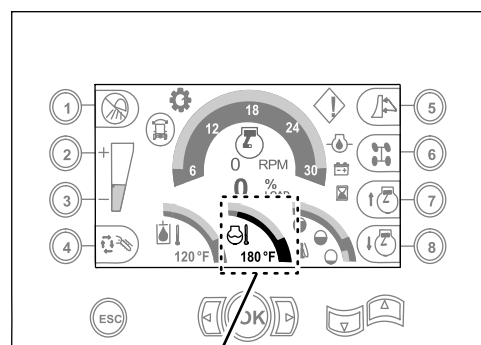

Figura 108
- C. Fate girare il motore per 5 minuti o fino a che la temperatura del refrigerante nel display del centro di comando indica 82°C, quindi arrestate il motore (Figura 108).